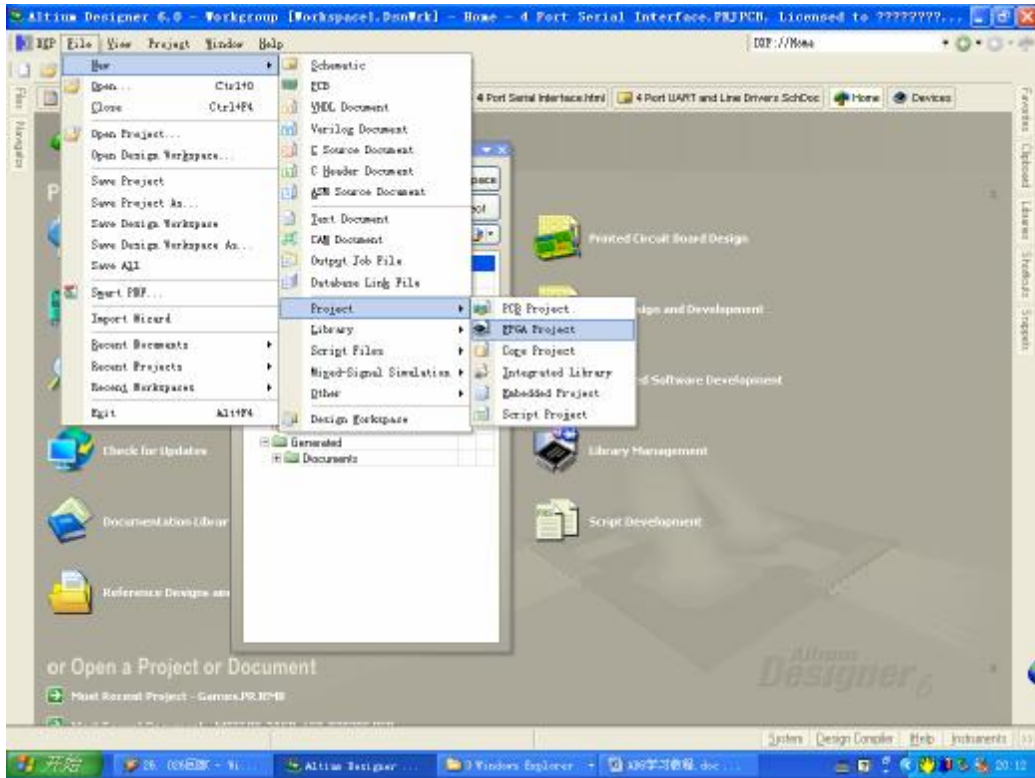
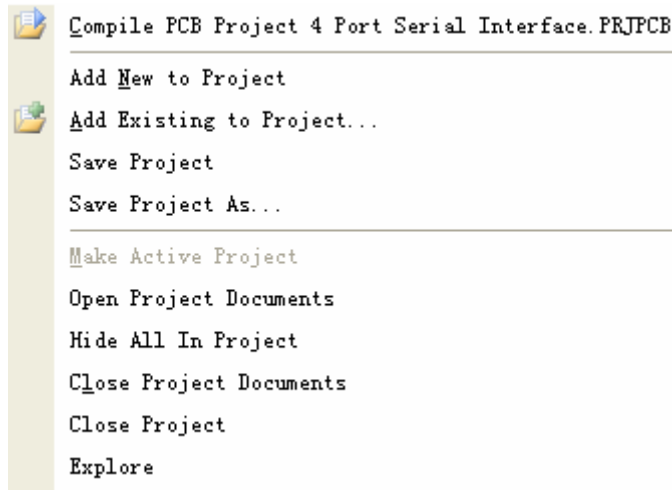

图 2-3 新建 FPGA 项目设计档工作
图 2-6 PCB 文件工作面板 图 2-7 Group 菜单 图 2-8 New 菜单的子菜单
- Create a new FPGA Design Project : 新建一项 FPGA 项目设计。单击 Create a new FPGA Design Project 选项，将弹出如图 2-3 所示的新建 FPGA 项目设计的档工作面板。
② Or open a project or document 选项区域
在图 2-3 所示的设计管理器主工作面板中将鼠标移动到 Create a new Board Level Design Pro0ject 选项，使鼠标变成手形状后，单击该选项将弹出如图 2-6 所示的 Projects 文件工作面板。
在图 2-6 的文件工作面板中有两个按钮： Group 和 Project ，先在下面用鼠标选中 PCB Project1. Prj PCB ，然后单击 Group 按钮，将弹出如图 2-7 所示菜单。